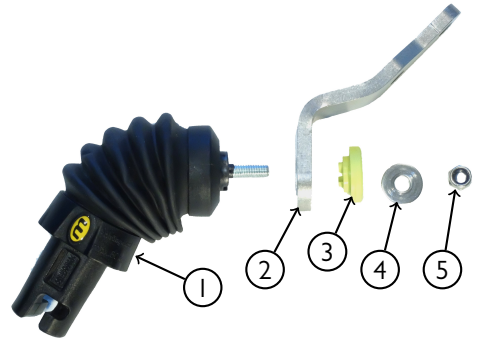

Figure 4 : Montage der Weberkupplung an die Adapterplatte
Zusammenbau Die Kunststoffscheibe ③, Abb. 4 sowie die Unterslegscheibe ④ und Mutter ⑤ sind im Lieferumfang der Weberkupplung Typ D enthalten. Lösen sie zunächst die Mutter an der Weberkupplung und ziehen dann die beiden Scheiben ab. Anschließend montieren Sie die Adapterplatte ②. Stecken Sie hierzu die Kupplung von der in der Abbildung gezeigten Seite durch das große Loch in der Adapterplatte. Anschließend stecken sie die Kunststoffscheibe von der anderen Seite auf das Gewindestück der Weberkupplung, so daß die zwei Zähne der Kunststoffscheibe ①,